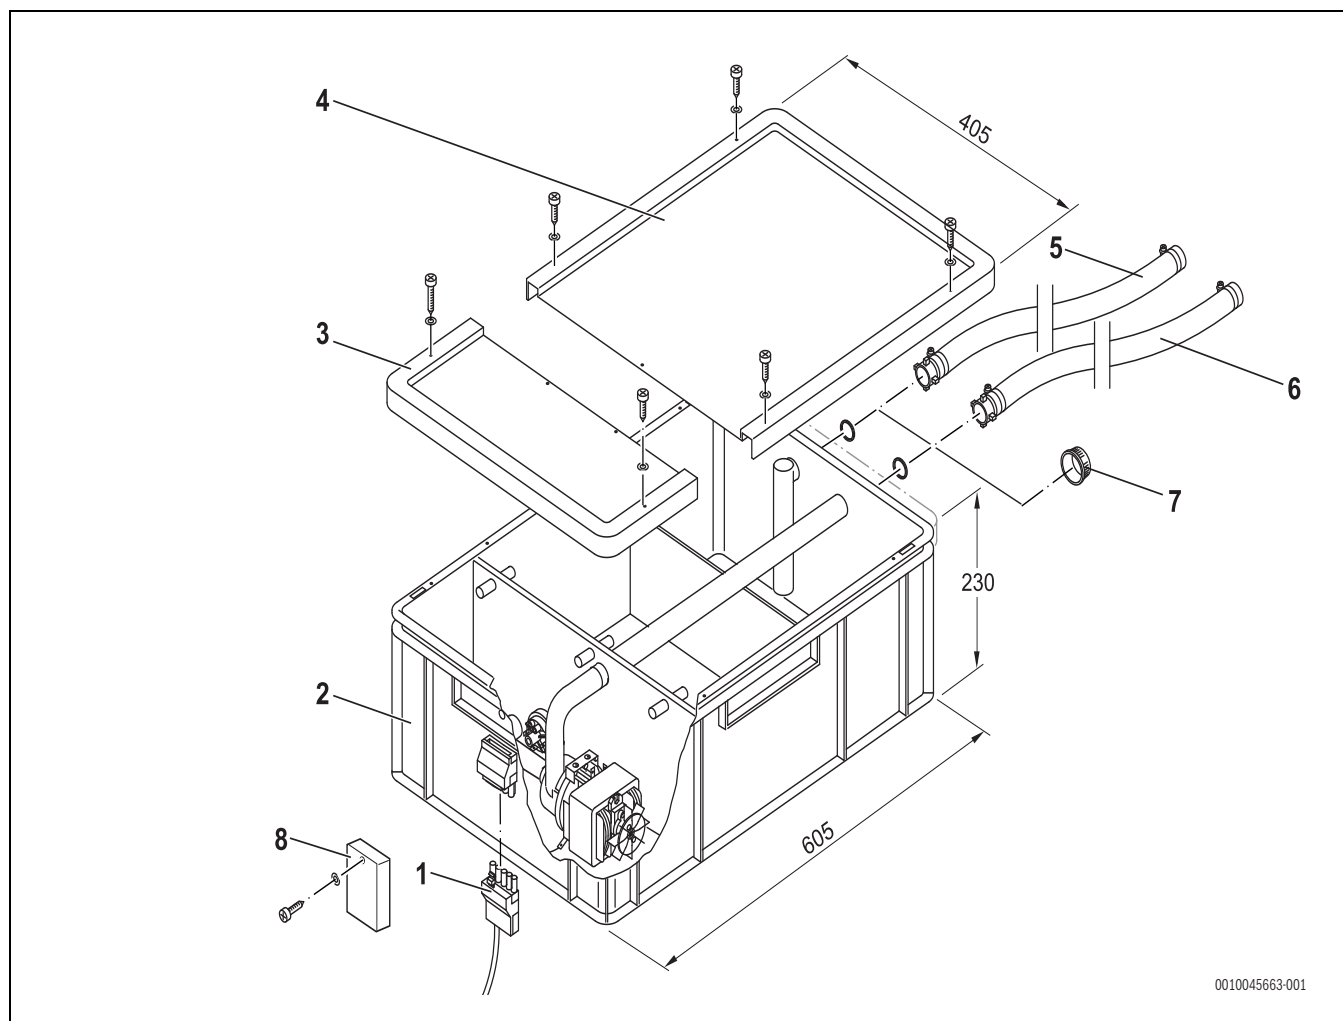

Рис. 1 Устройство и размеры
- ▶ Снимите большую крышку бака (→ рис. 1, [4]).